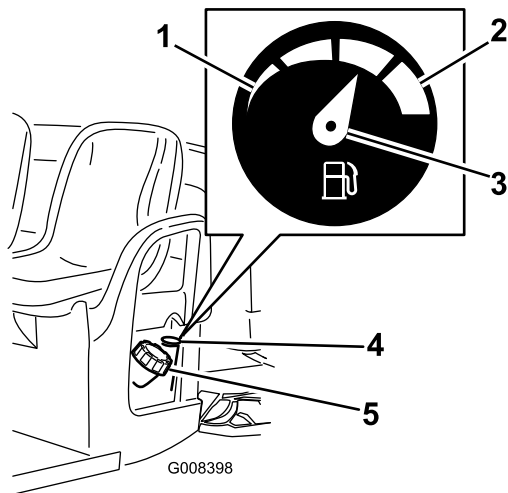

Figura 20
2. Limpe a zona em torno do tampão do depósito de combustível (Figura 20).